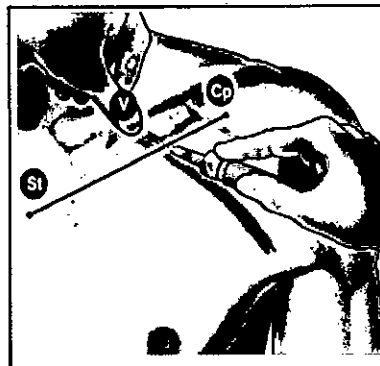

Figura 3. Ubicación del pulgar y entrada de la aguja.
4. Oprima con el pulgar sobre el dedo índice y proyéctelo uno o dos centímetros por debajo de la clavícula para proteger el músculo subclavio de la aguja (cuando exista hipertrofia del músculo pectoral, el pulgar deberá proyectarse unos dos centímetros por debajo de la clavícula, ya que el músculo subclavio estará también hipertrofiado) (Figura 3).